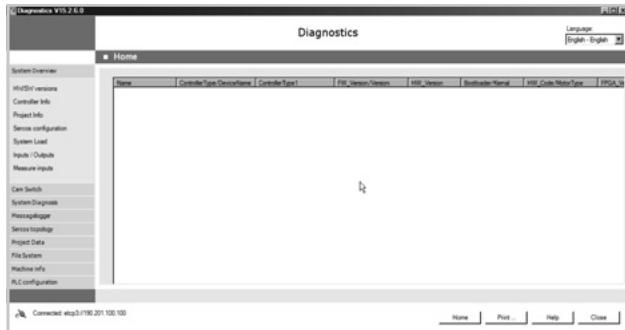

Figure 100
2. Montrer les données... : Affiche les outils du programme de diagnostic (figure 100)